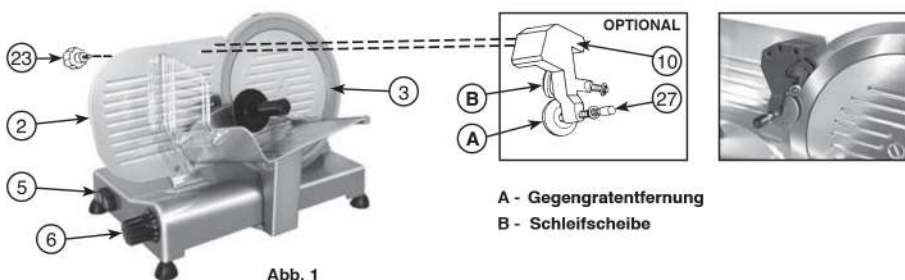

Abb. 1
- Die verstellbare Platte (2) auf den grössten möglichen Abstand vom Messer (3) durch das Drehen des Drehknopfes (6) bringen.
- Die Schleifgruppe (10) auf die verstellbare Platte legen (Sehen Fig. 1) und durch den Griff (23) darauf befestigen.
- Den Motorbetätigungsschalter für das automatische Schleifen einschalten (5). Falls nötig, den Drehknopf mit Gradeinteilung (6) drehen, bis sich der Schleifstein gemeinsam mit dem Messer dreht.
- Das Messer während ungefähr einer Minute schleifen, dann den Druckknopf (27) gegen die Bildung von Grat für ca. zwei-drei Sekunden drücken.
- Inzwischen den Motor abschalten. Nach dem Schleifen die Schleifsteingruppe (10) von der verstellbaren Platte (2) entfernen und diese in ihr ursprüngliches Gehäuse zurücklegen.